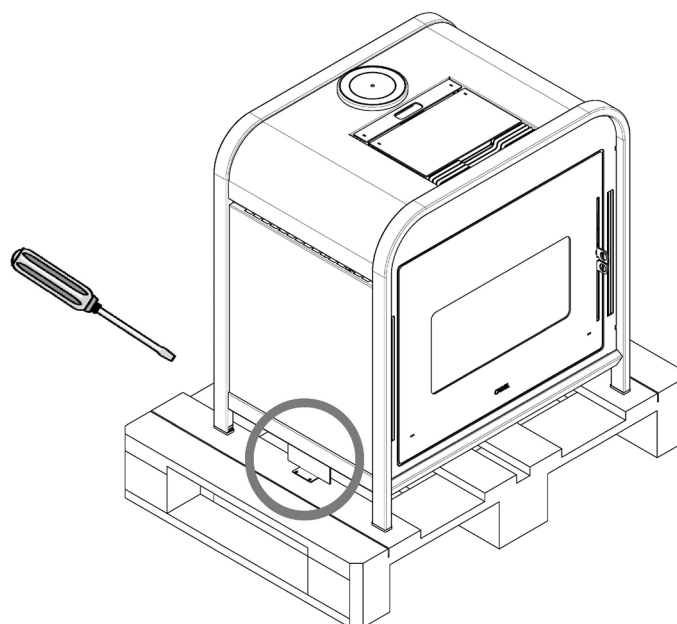

Fig. 1 - Retrait des étriers
- Retirer les étriers qui bloquent les pieds du poêle (voir **Fig. 1**). Procéder ensuite à l'enlèvement du poêle de la palette.